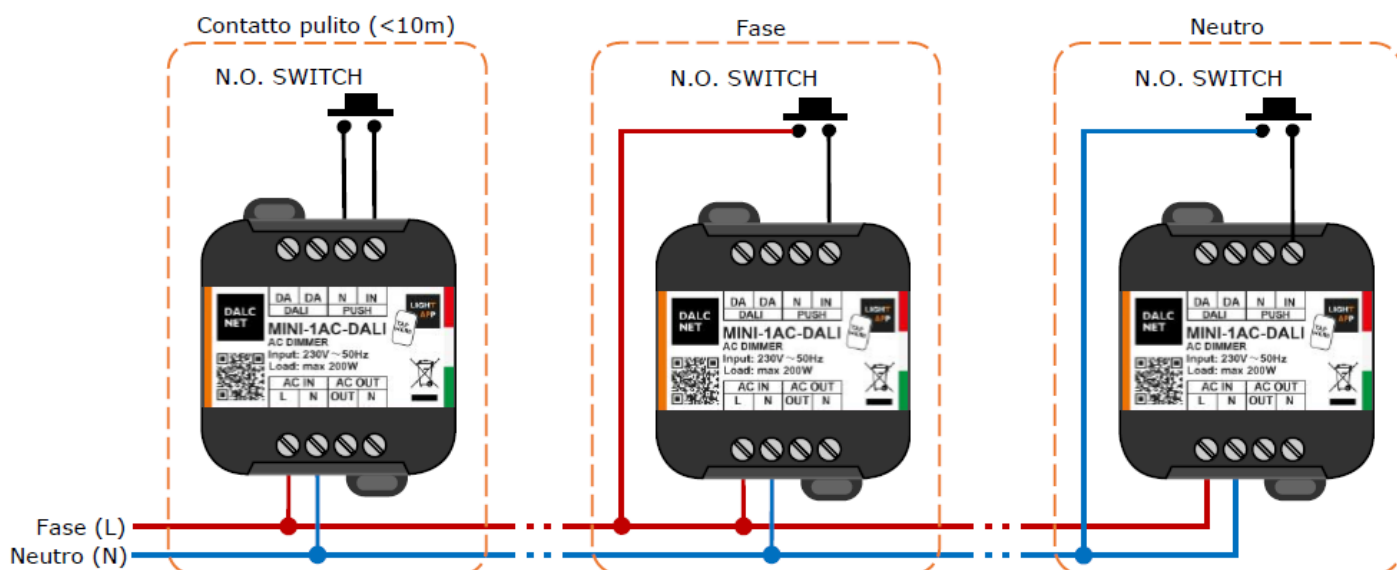

Figure 3: Local Command wiring diagram
Verbinden Sie den N.O.-Taster mit den Anschlüssen "IN" und "N" des "PUSH"-Eingangs unter Beachtung einer der Verdrahtungen, die im Anschlussdiagramm in Abbildung 3 gezeigt sind.
Abbildung 3 zeigt drei verschiedene Verdrahtungsoptionen für die lokale Steuerung: Der N.O.-Schalter wird als Trockenkontakt angeschlossen (für Entfernungen von weniger als 10 m), entweder an die Phase (L) oder an den Neutralleiter (N).